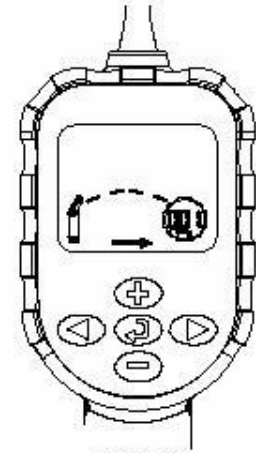

Figure 1
2. 使用  和  按键来设置 WVC 控制器的识别码(三位数)。按下发送/接收键来确保 WVP 处于发送状态，显示屏上的信息传输箭头指向地址码图标  (见图 1)。